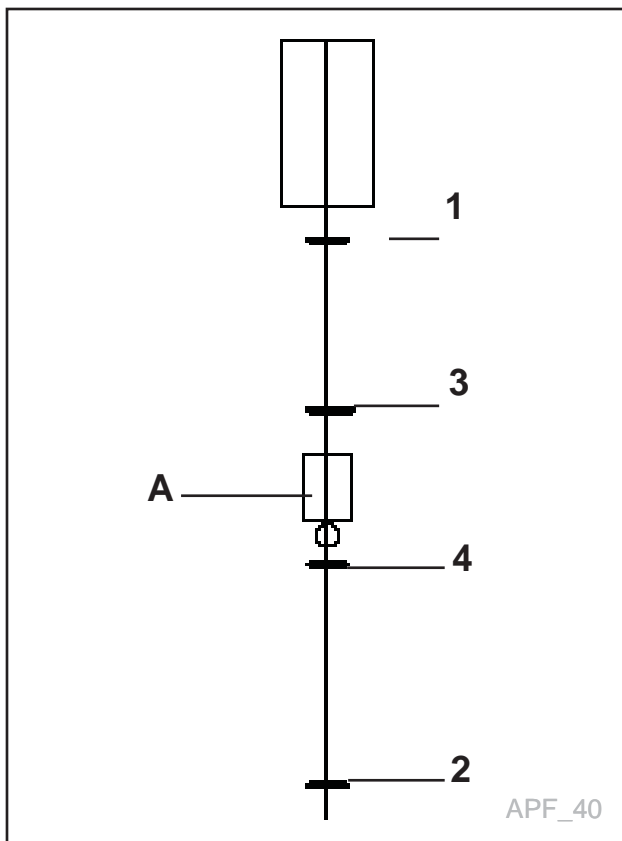

Abb. 79
- **3 og 4** Montage des Rücksteller-Anschlags in Zusammenhang mit Futterluke oder Kraftfuttereinlauf. Vgl. Abb. 79